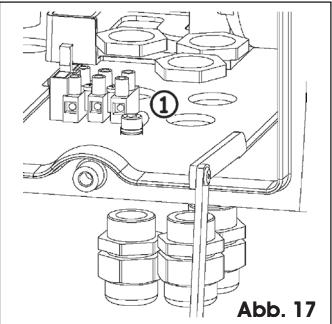

Abb. 17
- Die drei im Lieferumfang enthaltenen Kabelverschraubungen in die Öffnungen unter dem Motorkörper montieren, Abb. 17 Bez. ①, und dabei die Ausrichtung laut Abb. 17 einhalten.